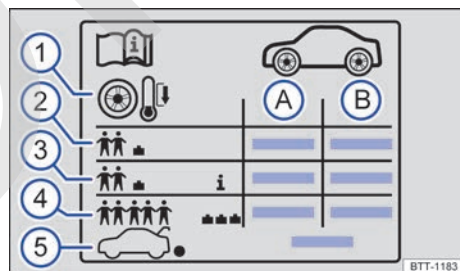

Fig. 262 Símbolos en el adhesivo de la presión de los neumáticos.
Datos que figuran en el adhesivo → fig. 262:
En función del vehículo, el adhesivo de la presión de los neumáticos puede incluir una presión de confort → fig. 262 ③. La presión de confort permite aumentar el confort de marcha. Cuando se circula con la presión de confort, puede que se incremente el consumo de combustible.